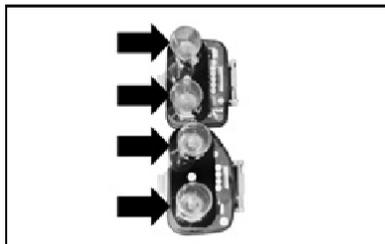

fig. 26
3) remover a lâmpada **fig. 26**, empurrando-a e girando-a levemente.